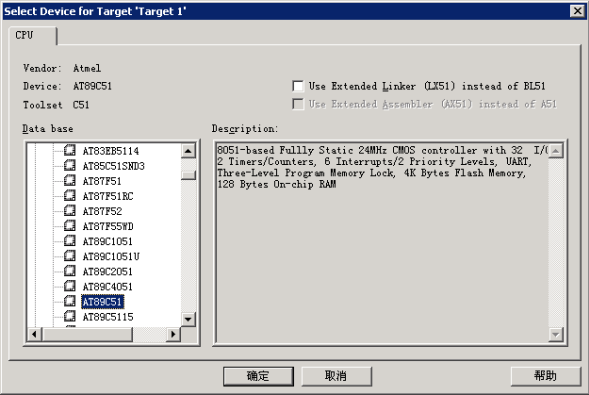

图 21-8 选择单片机 AT89C51
- (1) 首先，在 Keil μ Vision3 集成开发环境中，选择“Project”→“New”→“ μ Vision Project”命令，新建一个工程，并保存。
- (2) 在弹出的选择器件对话框中选择 Atmel 公司的 AT89C51，如图 21-8 所示。